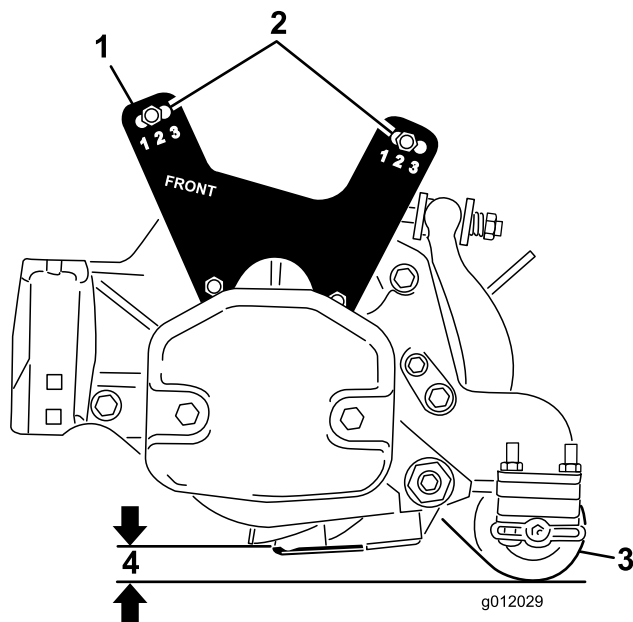

Figura 21
- Abbassate l'apparato di taglio al suolo e misurate la distanza tra il suolo e il bordo superiore della controlama, come illustrato in Figura 21